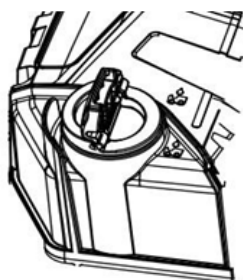

Fig 11
- N'utilisez jamais d'huile usagée ou récupérée pour éviter des dysfonctionnements. Les problèmes de lubrification causés par l'utilisation d'une huile inappropriée annuleront la garantie. (Fig. 11).